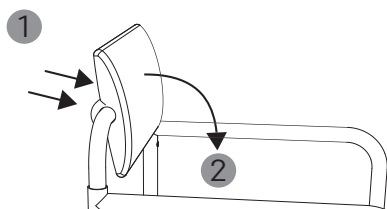

fig. 6
5. Hvis du ønsker at tilpasse sædebredden til dine behov, så gør følgende: Løs de riflede fingerskruer på polstringens bagside (1, fig. 6). Vend rygpolstringen mod gulvet (2, fig. 6).